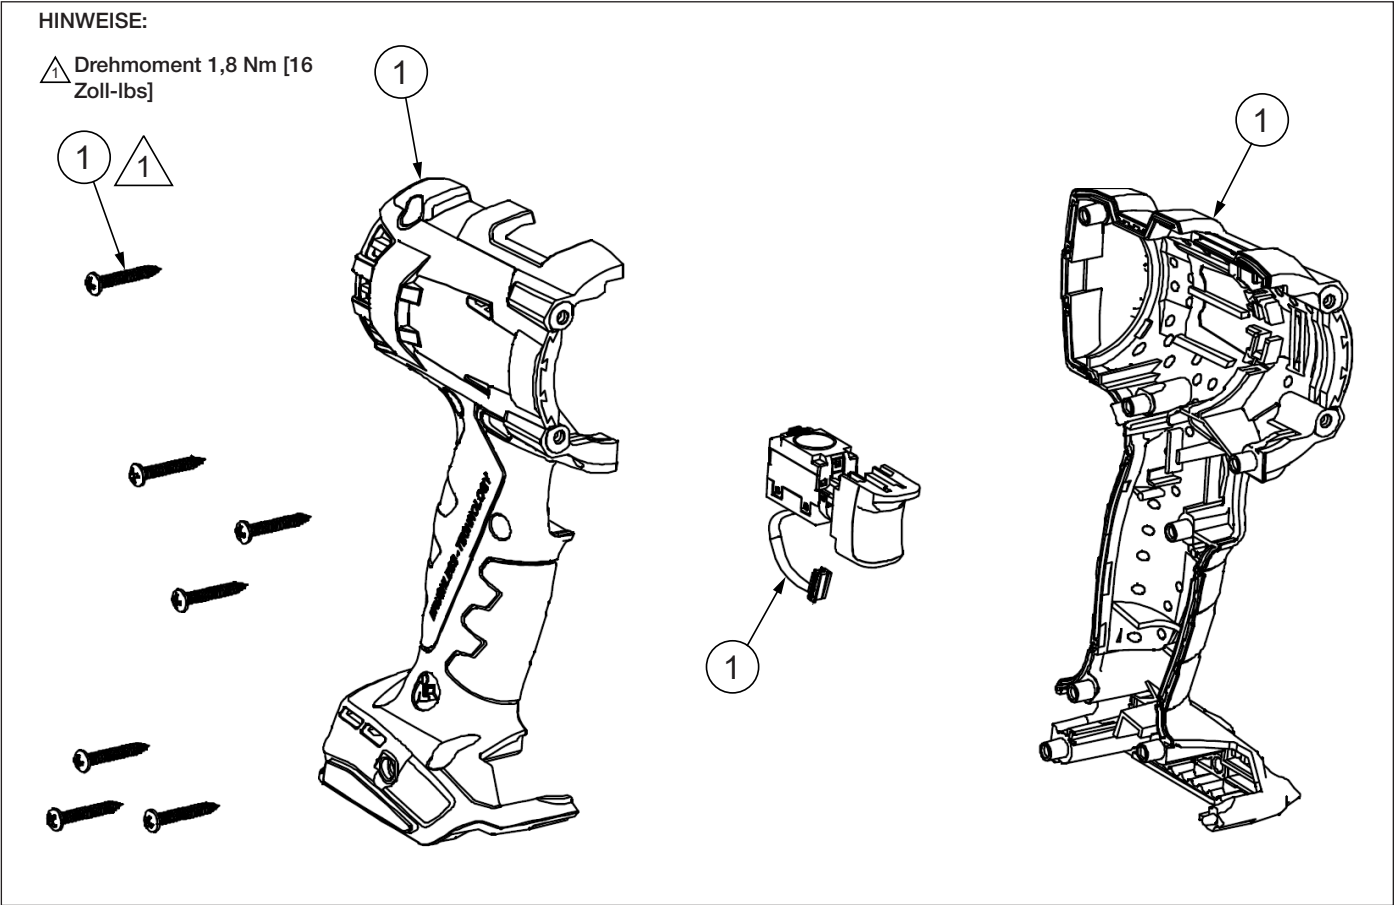

Abbildung 7: Griff-Reparaturkit
9.2.1 Tabelle der Teile (Abbildung 7)
9.3.1 Tabelle der Teile (Abbildung 7)